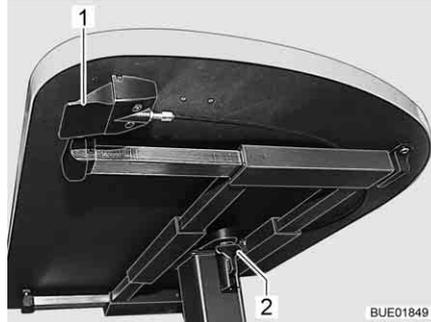

Fig. 100 Regolazione del tavolo rialzabile
- Tirare verso il basso la leva di serraggio (Fig. 100,2).
- Spingere verso l'alto la leva (Fig. 100,1) sotto il piano del tavolo. Il meccanismo di sollevamento nel piede del tavolo viene sbloccato.
- Spingere verso l'alto la leva (Fig. 100,1) sotto il piano del tavolo. Il piano del tavolo va automaticamente verso l'alto fino al fine corsa.